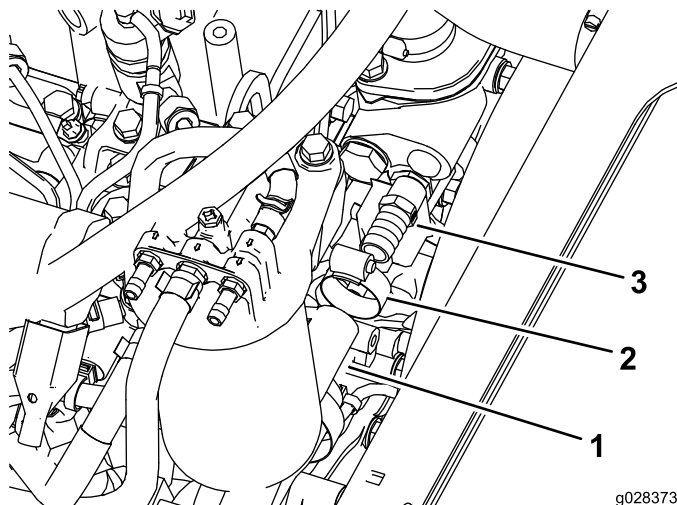

図 21
3. サーモスタットハウジングにホースアダプタフィッティングを取り付ける 図 21。
4. 圧力側ホースのもう一端をエンジンのサーモスタットハウジングのアダプタフィッティングに接続する 図 21。
6. 図 21 のように、ホースをエアクリータの下に通す。